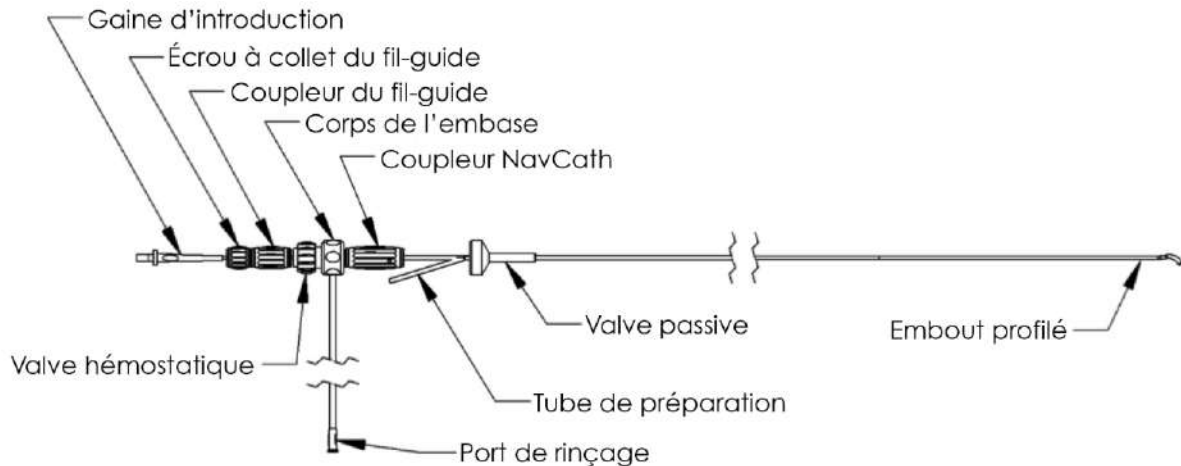

Figure 3a. NavCath (valve passive)
- **NavCath** – Cathéter d’acheminement (compatible avec un fil-guide de diam. ext. de 0,035 po) permettant l’accès à l’espace sous-valvulaire et facilitant la pose du fil-guide entre les cordages tendineux et l’endocarde. Le NavCath s’achemine à l’intérieur du cathéter-guide et un fil-guide peut être introduit à l’intérieur de sa lumière. Voir les **Figures 3a** et **3b**.